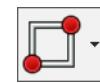

Abbildung 11.46:
- Starten Sie die Funktion *Rechteck* mit dem obersten Symbol aus einem Abrollmenü des Werkzeugkastens *Skizzengeometrien*. Damit wird ein Rechteck durch Eingabe der diagonalen Eckpunkte erstellt. Das Rechteck soll 65 mm x 20 mm groß werden. Klicken Sie den ersten Punkt am Schnittpunkt der Achslienien an. Bei der Eingabe des zweiten Eckpunktes sehen Sie die Maße mitlaufen. Klicken Sie dann den Punkt rechts über dem ersten Punkt an, in etwa bei den genannten Maßen. Verküsteln Sie sich nicht, nur ungefähr. Das genaue Maß legen Sie nachher fest (siehe Abbildung 11.46 oben).
- 2** Wählen Sie jetzt die Funktion *Kreis*, ebenfalls mit dem obersten Symbol aus einem Abrollmenü des Werkzeugkastens *Skizzengeometrien*. Etwas links vom Rechteck zeichnen Sie einen Kreis durch Eingabe des Mittelpunkts und eines Punkts auf der Kreisfläche. Dabei soll der Radius ungefähr 6 mm sein (siehe Abbildung 11.46 unten).
- 3** In Abbildung 11.46 wurde die Kontur noch ungenau gezeichnet. Keine Angst, das kann leicht behoben werden. Zunächst wollen wir uns aber die seltsamen Symbole am Rechteck anschauen. FreeCAD hat automatisch *Sketcher-Randbedingungen* vergeben. Zwei Kanten des Rechtecks sollen immer waagerecht sein und die anderen senkrecht. Diese *Randbedingungen* werden in FreeCAD manchmal auch englisch als *Constraint* bezeichnet, in diesem Fall sind es die Constraints *Horizontal* und *Vertikal*. Sie sehen es auch daran, dass Sie einen Endpunkt mit gedrückter Maustaste beliebig verschieben können, aber die Endpunkte werden nicht auseinandergezogen, und es bleibt immer ein Rechteck, es wird nicht schiefwinklig. Im Kombifenster im Register *Aufgaben* sehen Sie jetzt die Constraints, die das Programm automatisch vergeben hat.